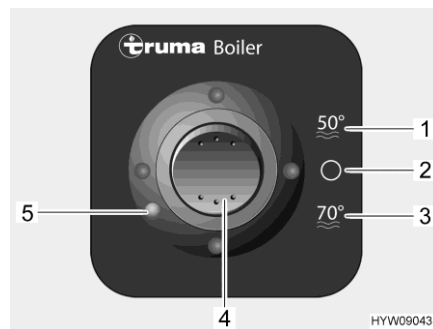
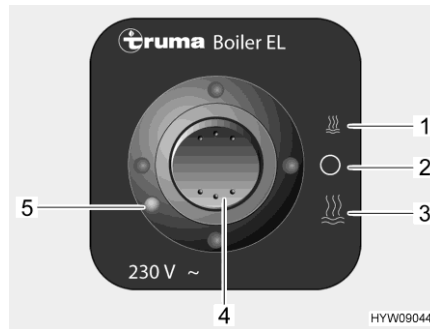

Bild 85 Bedienteil für Gasbetrieb (Boiler Truma)
Bild 86 Bedienteil für 230-V-Betrieb
- Kippschalter (Bild 85,4) auf "50 °C" (Bild 85,1) oder auf "70 °C" (Bild 85,3) stellen.
- Kippschalter (Bild 85,4) auf "0" (Bild 85,2) stellen.
- ▷ Wenn eine Störung vorliegt, leuchtet die Kontroll-Leuchte (Bild 85,5) rot.
- Kippschalter (Bild 86,4) auf geringe Leistung (Bild 86,1) oder hohe Leistung (Bild 86,3) stellen.
- Kippschalter (Bild 86,4) auf "0" (Bild 86,2) stellen.
- ▷ Wenn eine Störung vorliegt, leuchtet die Kontroll-Leuchte (Bild 86,5) rot.
- Beide Kippschalter (Bild 85,4 und Bild 86,4) auf "0" stellen.
- ▷ Wenn eine Störung vorliegt, leuchten die Kontroll-Leuchten (Bild 85,5 und Bild 86,5) rot.
- Kippschalter für Gasbetrieb (Bild 85,4) und/oder Kippschalter für 230-V-Betrieb (Bild 86,4) auf "0" stellen.